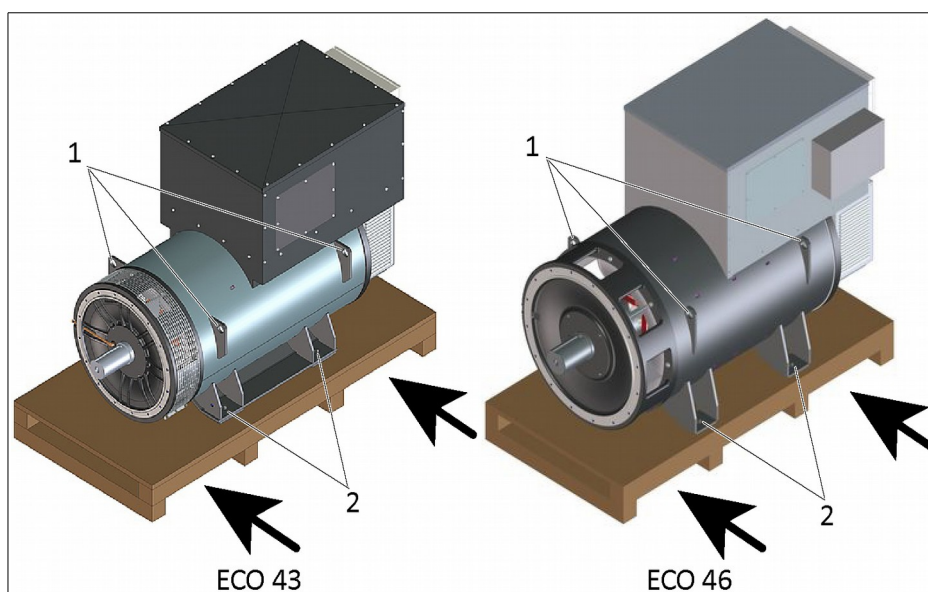
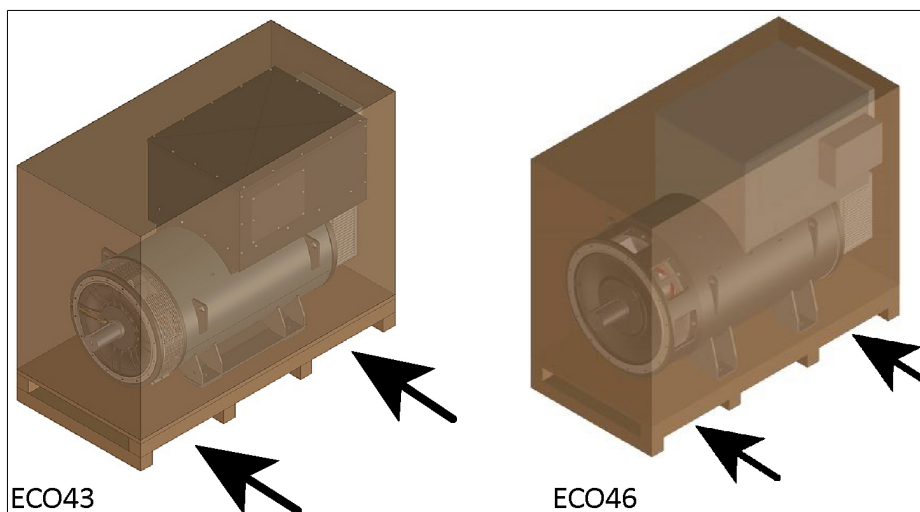

Figura 8- Trasporto su bancale
Figura 9- Trasporto su bancale coperto da cassa
- 1- Per mezzo di un bancale in legno (Figura 8-)
- 2- Per mezzo di un bancale coperto da una cassa in legno nel caso di spedizione navale (Figura 9-).
- ➔ Sollevare gli alternatori usando gli appositi punti di sollevamento (1).
- ➔ Procedere alla movimentazione come mostrato in Figura 8- e Figura 9- .